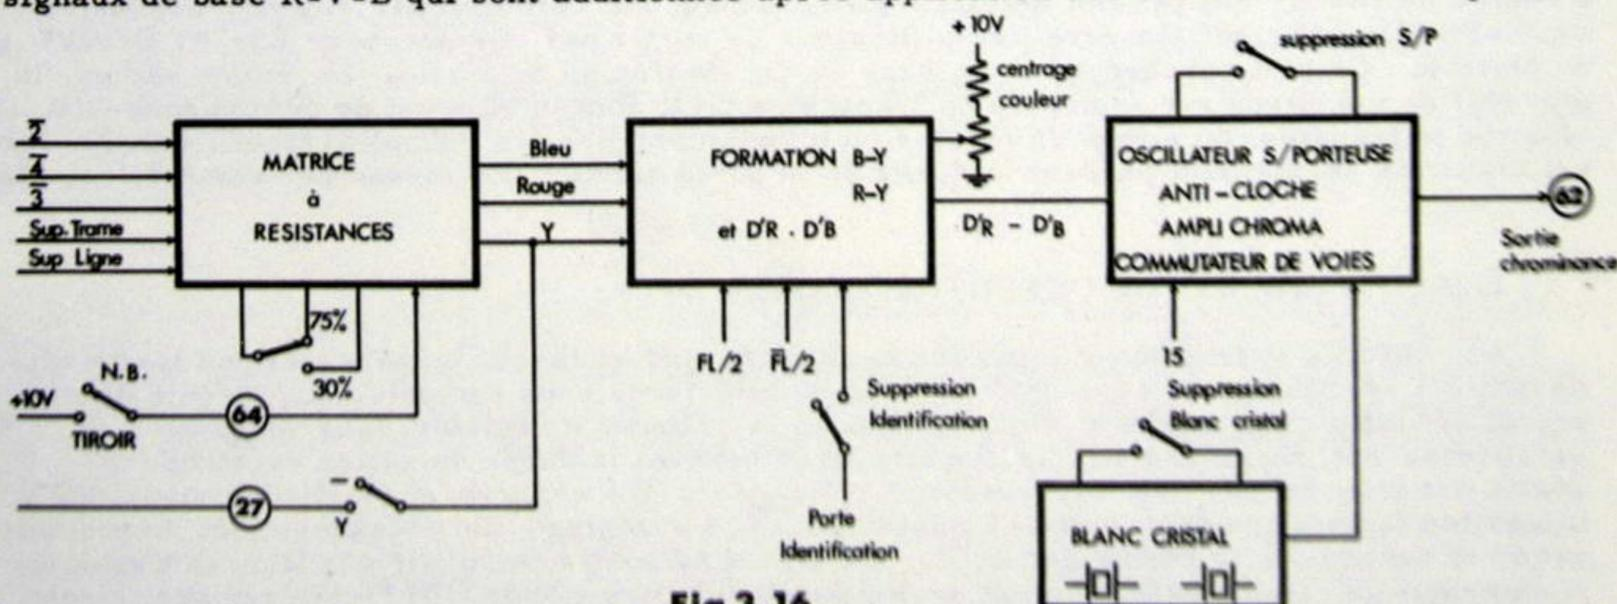

Fig 3.16
D'après le synoptique de ce tiroir, fig. 3.16., il est possible de suivre les différentes étapes d'élaboration des signaux de la mire couleur. Le tiroir couleur ne fonctionne que si la touche NB/ Tiroir est sur Tiroir. Le +10 V passe en coupure par l'une des palettes du contacteur S3e avant d'arriver au plot (65) du tiroir couleur. Le signal de luminance "Y" est élaboré par une matrice à résistances, à partir des signaux de base R-V-B qui sont additionnés après application des coefficients de compatibilité